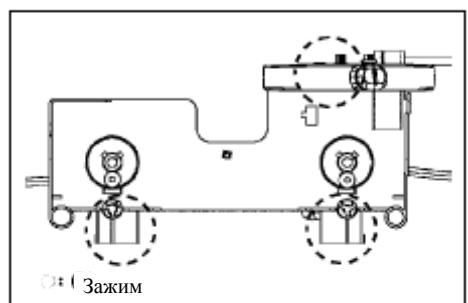

Рис. 432
- (4) Снимите три защелки механизма управления и демонтируйте механизм управлением(рис. 432)**